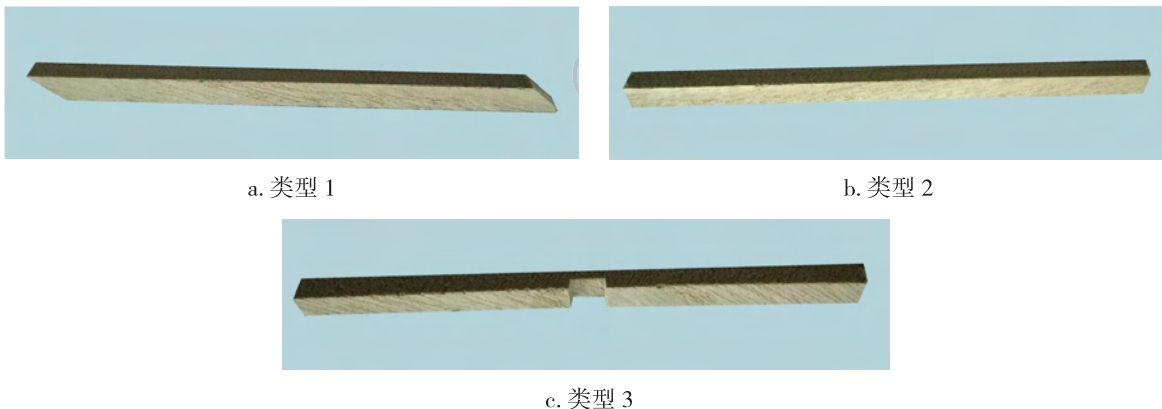

图 1.44 不同构件类型截面加工示例
(1) 杆件计算、截取：同学们可以挑选提供的材料，根据加工图上所标注的尺寸，进行每个构件的尺寸计算，使用美工刀截取。请注意长、短杆件搭配截取，节约材料。
(2) 截面加工：根据所设计的结构特点，选择恰当的截面形状，利用美工刀和砂纸加工（图 1.44）。